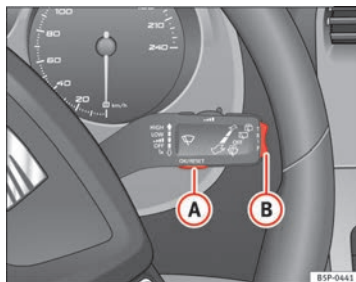
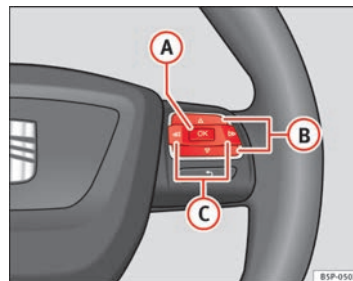

Fig. 44 Palanca del limpiacristales: tecla A para confirmar opciones del menú y tecla basculante B para cambiar de menú
Fig. 45 Mandos en volante: tecla A para confirmar opciones del menú y teclas B para cambiar de menú
- Para acceder al menú “Configuración”, pulse la tecla **(C)** ⇒ fig. 45 hasta que lo visualice en la pantalla. Ya está dentro de este menú.
- Para cambiar de una memoria a otra, pulse brevemente la tecla **A** ⇒ fig. 44 ⇒ página 69 de la palanca del limpiacristales o la tecla **OK** del volante multifunción ⇒ fig. 45 ⇒ página 69 con el encendido conectado.
En el indicador multifunción puede consultar los siguientes datos accionando la tecla basculante **B** ⇒ fig. 44 ⇒ página 69 de la palanca del limpiacristales o pulsando la tecla **Δ** o **▽** ⇒ fig. 45 del volante multifunción*.